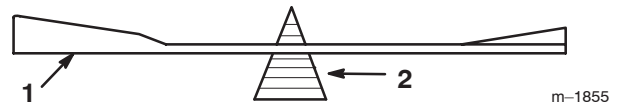

Figure 29
2. Vérifiez l'équilibre de la lame en la plaçant sur un équilibreur (Fig. 29). Si la lame reste horizontale, elle est équilibrée et peut être utilisée. Si la lame n'est pas équilibrée, répétez la procédure d'aiguillage du côté le plus lourd jusqu'à ce que la lame soit équilibrée.